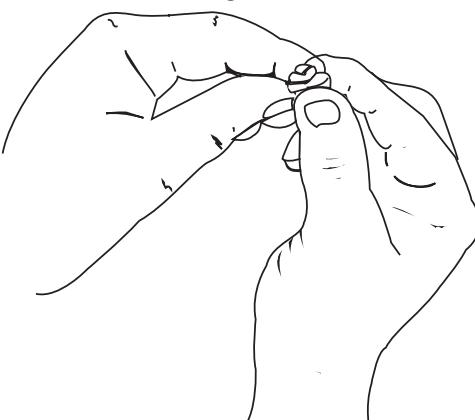

Fig. 25
- Pressez le filtre afin d'étaler l'huile et d'éliminer l'excès d'huile (Fig. 25).